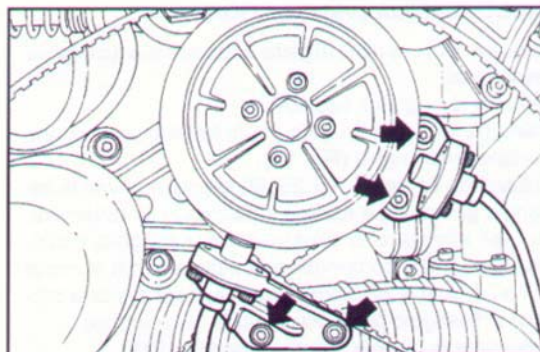

Fig. 15 ▲
- svitare le viti indicate e rimuovere i due sensori di giri (Fig. 15);
- unscrew the screws indicated and remove the two rpm sensors (Fig. 15);